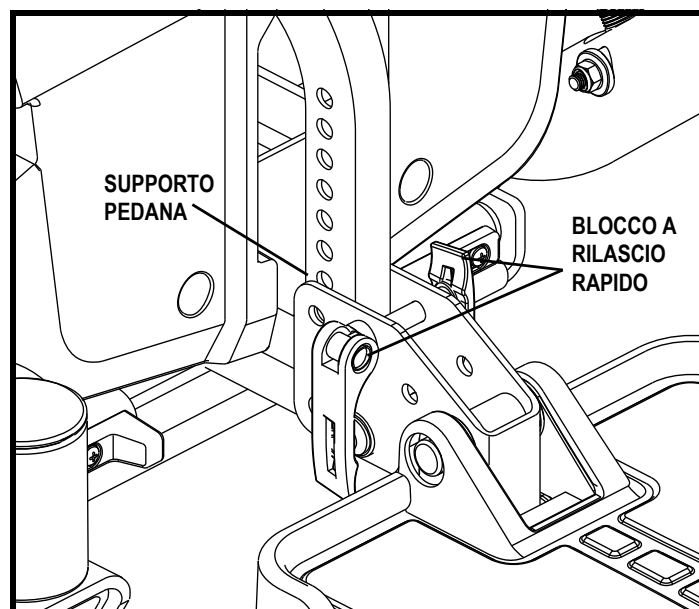
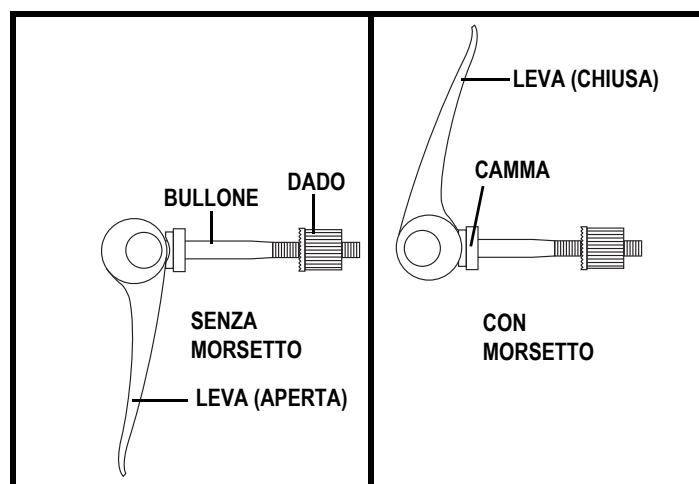

Figura 21. Regolazione pedana
Figura 22. Funzionamento della chiusura di sblocco rapido
1. Rimuovere i blocchi a rilascio rapido dal supporto del pianale poggiapiedi. **Vedere la figura 21.**
Chiusure di sblocco rapido: Il pianale poggiapiedi è attaccato alla base di alimentazione con due blocchi a rilascio rapido. **Vedere la figura 21.** Ciascun blocco a rilascio rapido è costituito da un bullone, una leva e un dado. **Vedere la figura 22.** La leva è dotata di una camma che consente di bloccare in posizione. La chiusura di sblocco rapido ha due stati: bloccato e sbloccato. Quando la leva è aperta, la chiusura di sblocco rapido è sbloccata. Quando la leva è chiusa, la chiusura di sblocco rapido è bloccata.